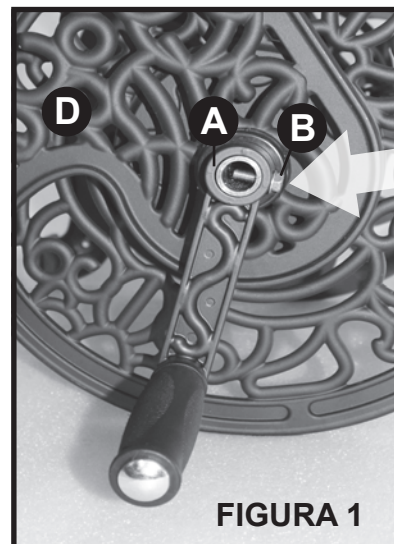

FIGURA 1
1. Alinie los agujeros de la manivela con el eje de la manivela en el carrete (A). Inserte en la manivela (B) el perno M6 x 24 con cabeza en cruz y arandela. **Figura 1**